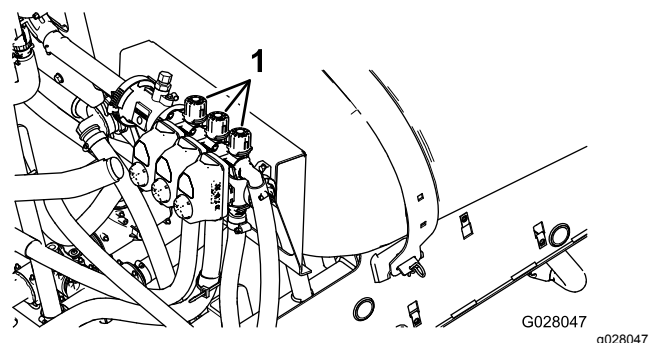

Figura 18
4. Ajuste o manípulo de derivação da secção direita (**Figura 18**) até que a leitura da pressão se encontre no nível previamente ajustado (habitualmente 2,75 bar).
6. Ajuste o manípulo de derivação da secção central (**Figura 18**) até que a leitura da pressão se encontre no nível previamente ajustado (habitualmente 2,75 bar).
2. Desligue a secção esquerda e ajuste o manípulo de derivação da secção (**Figura 18**) até que a leitura da pressão se encontre no nível previamente ajustado (habitualmente 2,75 bar).